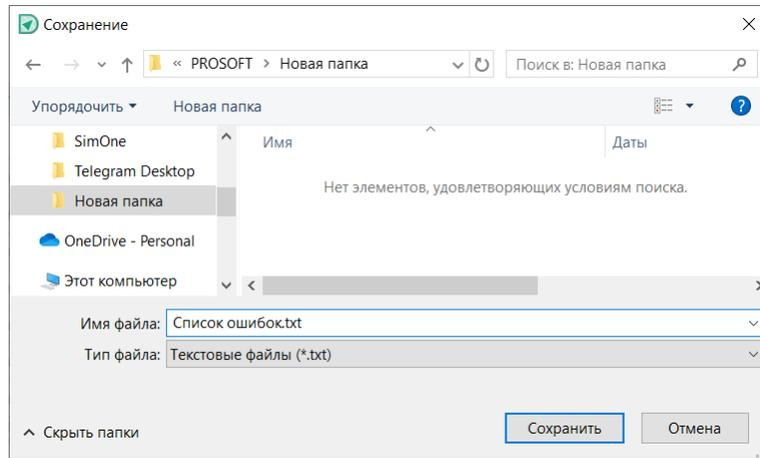

Рис. 567 Сохранение экспортируемого списка нарушений
2. В открывшемся окне проводника укажите место для сохранения файла и его имя, нажмите кнопку «Сохранить», см. Рис. 567.